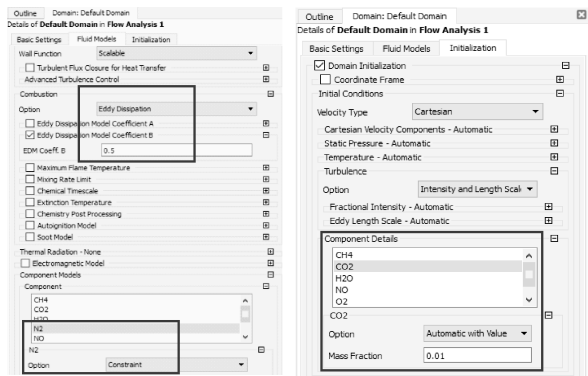

图 11-91 设置流体区域
(1) 在导航树上双击默认域【Default Domain】进入域详细设置窗口, 在基本设置选项【Location】= DEFAULTDOMAIN, 【Material】= air mixture, 【Morphology option】→【Options】= Continuous Fluid, 【Reference Pressure】= 1 atm, 其他默认。
(2) 转到【Fluid Models】→【Combustion】= Eddy Dissipation., 选择【Eddy Dissipation Model Coefficient B】→【EDM Coeff】= 0.5, 【Components models】→【Component】= N2, 【Option】= Constraint, 其他默认。
(3) 转到【Initialization】, 选择【Domain Initialization】, 【Turbulence】→【Option】= Intensity and Length Scale, 【Components models】→【Component】= CO2, 【Option】= Automatic with value, 【Mass Fraction】= 0.01; 【Components models】→【Component】= H2O, 【Option】= Automatic with value, 【Mass Fraction】= 0.01; 【Components models】→【Component】= NO, 【Option】= Automatic with value, 【Mass Fraction】= 0.01; 【Components models】→【Component】= O2, 【Option】= Automatic with value, 【Mass Fraction】= 0.23, 单击【OK】确定, 如图 11-91 所示。